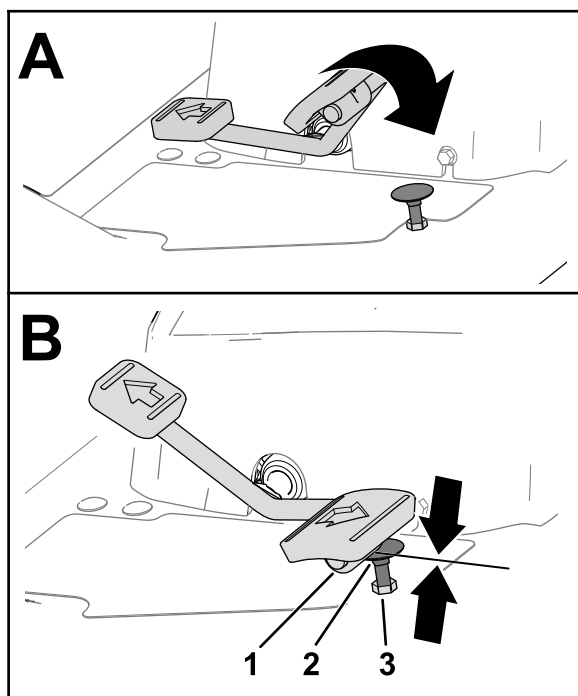
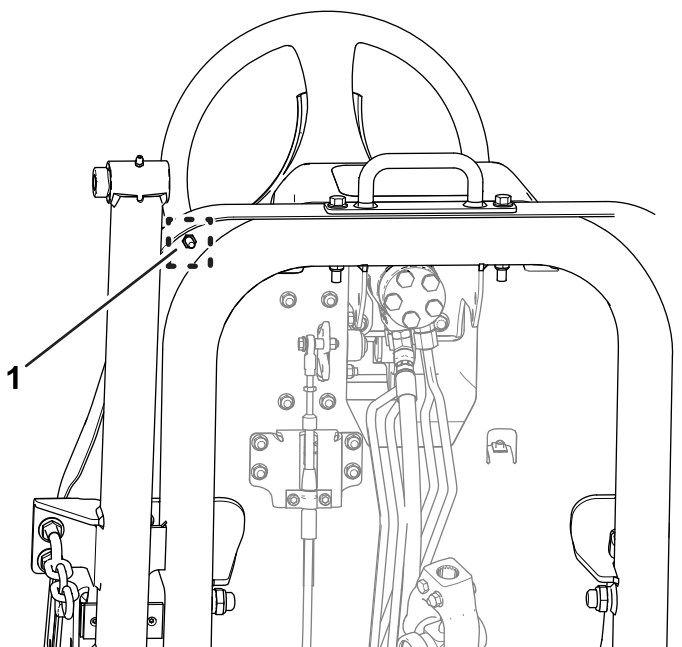

Рисунок 79
Рисунок 80
1. Переведите педаль управления тягой до упора вперед (**Рисунок 79**).
- A. Удерживайте упор педали управления тягой (**Рисунок 79**) ключом.
- B. Ослабьте контргайку в нижней части подножной пластины (**Рисунок 80**).
- C. Переместите педаль управления тягой в максимальное положение вперед (**Рисунок 79**).
- D. Удерживая упор педали управления тягой, отрегулируйте контргайку, расположенную над подножной пластиной (**Рисунок 79**), так, чтобы педаль управления тягой касалась упора.
- F. Удерживая упор педали управления тягой, затяните контргайку в нижней части подножной пластины (**Рисунок 79** и **Рисунок 80**) с моментом от 37 до 45 Н·м.